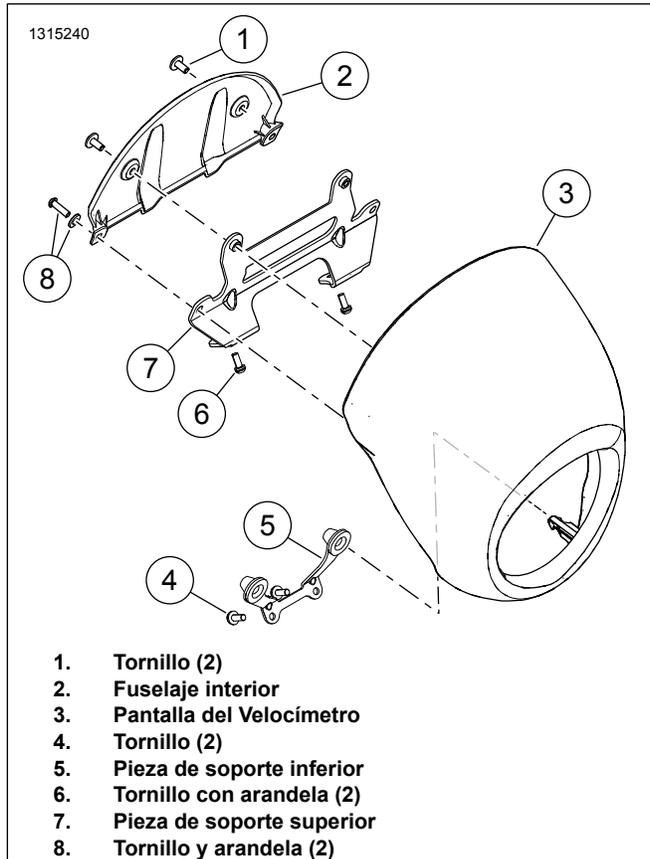

Figura 2. Pantalla de velocidad FXLRS
**FXBB** con manillares (OE) o **FXLR** con elevadores altos y kits de barra de la moto:
1. Ver Figura 2 . Quita la pantalla de velocidad
- a. Extraiga los tornillos y las arandelas (8).
- b. Retira la pantalla de velocidad (3) de la pieza de soporte superior (7).
- c. Retira la pantalla de velocidad de la pieza de soporte inferior (5) para quitar los postes (7) de las arandelas aislantes.
- a. Quite los tornillos (1).
- b. Quita el fuselaje interior (2).
- a. Quite los tornillos (6).
- b. Quita la pieza de soporte superior (7).